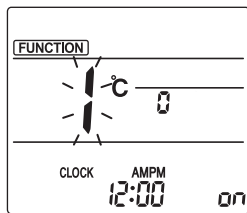

Fig. 3-1
- ① Går in i läge för manuell inställning av fläktblad. Tryck på knappen [MENU]. (Starta denna funktion när fjärrkontrollens display är släckt.) "FUNCTION" lyser och "1" blinkar. (Fig. 3-1) Tryck på knappen [▲] för att välja "2" och tryck därefter på knappen [SET].